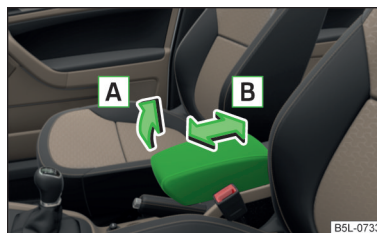

Fig. 59
- Pentru **reglarea pe înălțime**, ridicați cotiera în sensul săgeții **A** într-una din cele patru poziții de fixare » fig. 59.